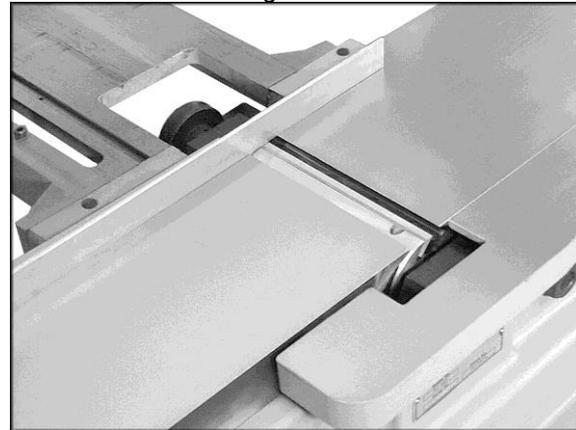

Figura 20
7. La regla debería apoyarse de modo uniforme y horizontal a lo largo de ambas mesas sin intersticios entre la regla y las mesas. Mueva la regla hacia la parte posterior de la mesa de salida y realice el mismo test. Vea la Figura 20.